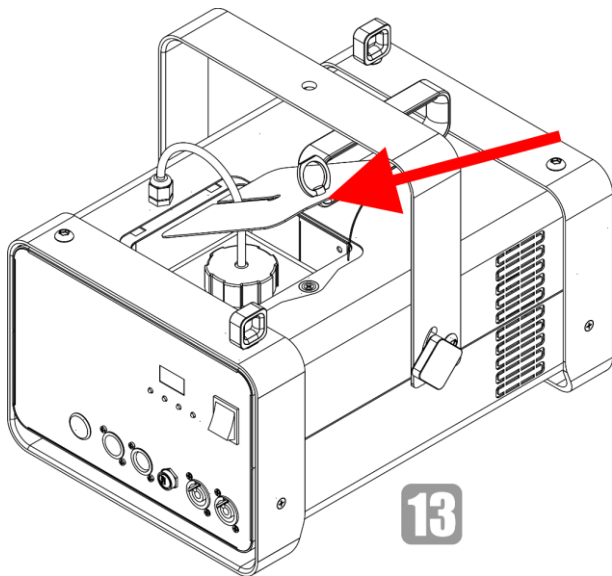

Abb. 19
- 13) Bringen Sie den Servicedeckel wieder am Gerät an (Abb. 19).